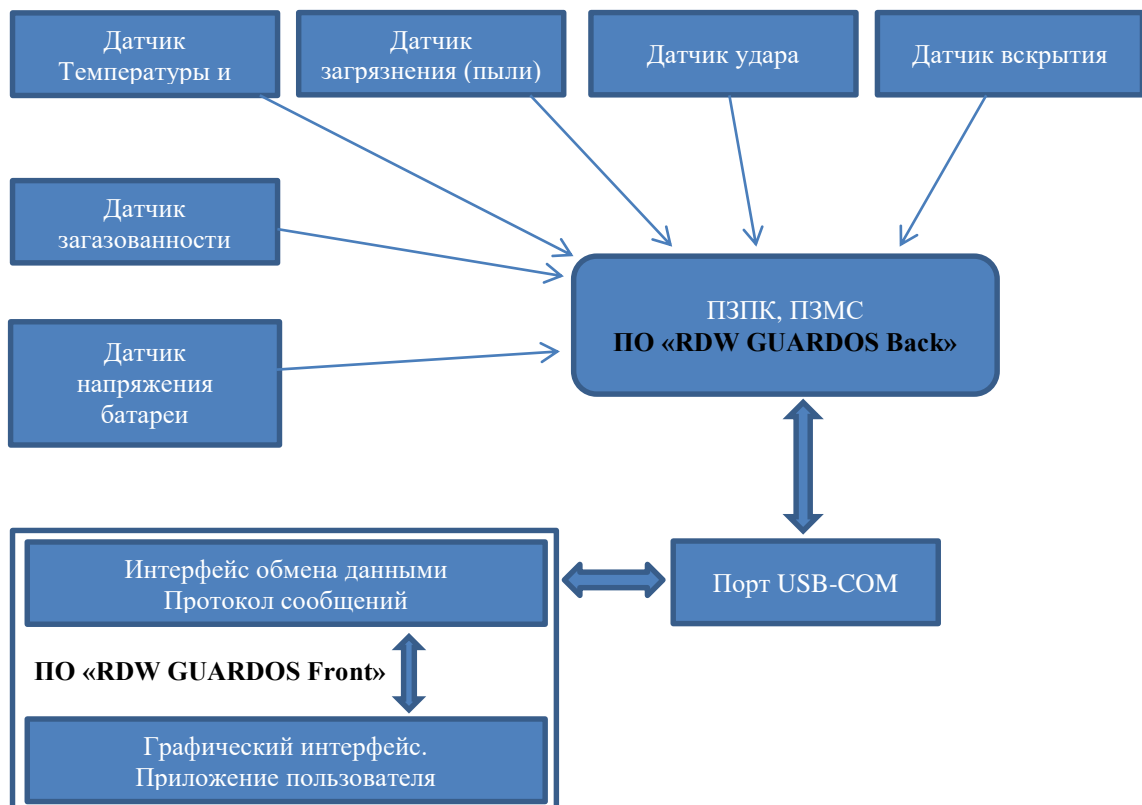

Рис. 1
2.1. Логическая структура ПК «RDW GUARDOS» показана на Рис. 1.